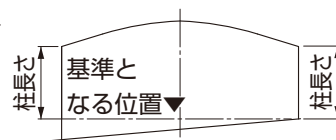

図2-2
- 柱は基準となる位置から同じ高さとしてください。高さが違う場合は、ワイド棟木部に水がたまり、漏水するおそれがあります。（図2-2参照）